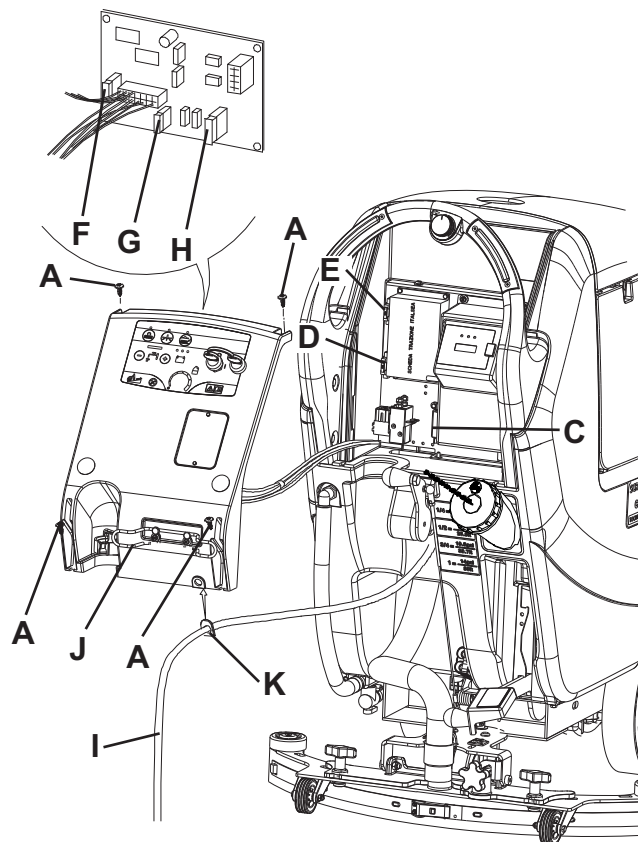

Abbildung 10
1. Batteriestecker (12) trennen.
2. Schmutzwasserablassrohr (16) verschieben.
3. Falls erforderlich, das Kabel des Ladegeräts (I, Abb. 10) vom Halter (J) entfernen.
4. Die Schrauben (A) entfernen und vorsichtig die Tafel (B) versetzen durch das kleine Gummi (K) von dem betreffenden Tafelsitz (B) zu entfernen.